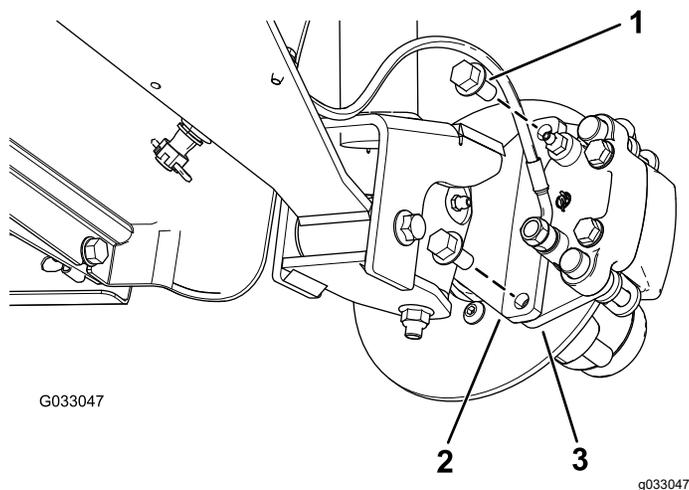
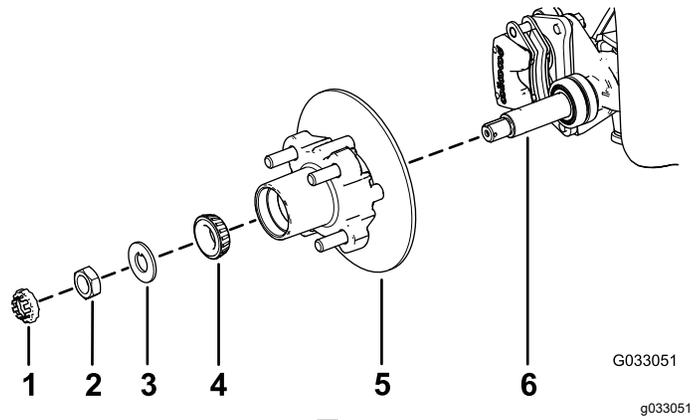

図 29
図 33
3. ブレーキアセンブリ用のブラケットをスピンドルに固定しているフランジヘッドボルト $\frac{3}{8}$ " x $\frac{3}{4}$ "を外してスピンドルからブレーキを取り外す 図 29。
1. スピンドルに所定のグリスを薄く塗る 図 33。
2. ハブとロータをスピンドルに取り付ける。ロータを内側にすること 図 33。
3. スピンドルに外側ベアリングを取り付けてレースにはめる 図 33。
4. スピンドルにタブワッシャを取り付ける 図 33。
5. スピンドルにスピンドルナットを取り付け、ハブを回してベアリングを着座させながらナットを 15 N·m 1.52 kg·m = 11 ft·lb に締めつける 図 33。
2. ブレーキパッドをロータのそれぞれの側に合わせ 図 29、キャリブラケットの穴と、スピンドルフレームのブレーキ取り付け部の穴を整列させる 図 33。
3. キャリブラケットをスピンドルフレームに固定する 図 29 フランジヘッドボルト $\frac{3}{8}$ " x $\frac{3}{4}$ " 2本を使用する。